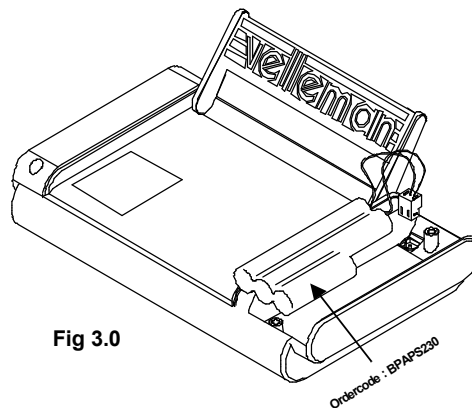

Fig 3.0
- ✓ The unit must be used with the rechargeable battery that is mounted in the battery compartment in advance (Fig. 3.0).
- ✔ Gebruik het toestel met de oplaadbare batterij die op voorhand in het batterijvak is ingebracht (**Fig. 3.0**).
- ✔ Utilisez l'appareil avec l'accu introduit d'avance dans le porte-piles (**Fig. 3.0**).
- ✔ Das Gerät darf nur mit der vormontierten wiederaufladbaren Batterie benutzt werden. (**Siehe Abb. 3.0**)